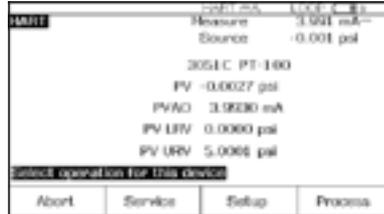

Figura 5.
1. Ligue o calibrador Fluke 754. Pressione a tecla **HART** vermelha, seguida da tecla de função Loop Power (potência de loop), e o 754 exibirá as informações HART básicas do 3051 (Figura 5).
7. Selecione **Output Trim** (Ajuste de Saída) e pressione **ENTER**. O valor da variável primária (PVAO) está no canto superior direito da tela. (Figura 5). Geralmente é um sinal de 4 mA. O valor de mA, medido constantemente pelo Fluke 754, está no centro da tela. Pressione a tecla de função **Fetch** para carregar o valor de mA medido. Pressione **Send** para enviar o valor para o 3144 a fim de ajustar a seção de saída para o valor de 4 mA. Pressione **Continue** para o ajuste de 20 mA e repita esta etapa.